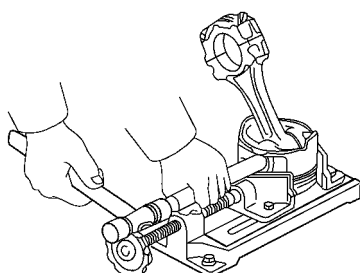

图 1-118 从活塞中敲出活塞销
3) 使用塑料面锤子和铜棒从活塞中轻轻地敲出活塞销，如图 1-118 所示。